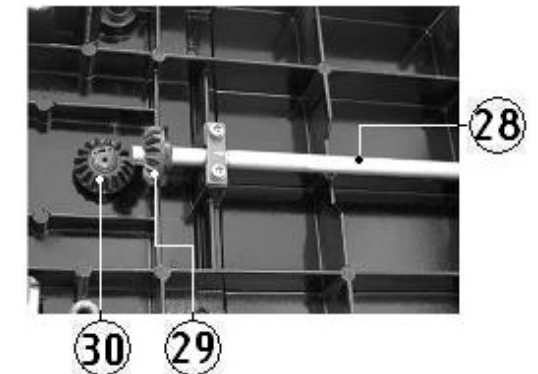

Рис.16
12.3.5. Выведите из зацепления коническую шестерню (29) рядом с извлеченным пружинным кольцом (27), сдвинув ее по передаточному валу (28), Рис. 16.